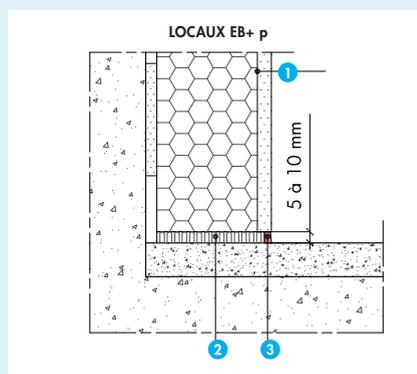

Fig. 2d - Locaux humides : pose sur sol fini
■ Sur sol fini (locaux humides) (fig. 2d). Combler l'espace entre le doublage et le sol à l'aide d'un matériau isolant (fibre minérale avec disposition d'un joint mastic en pied de plaque)